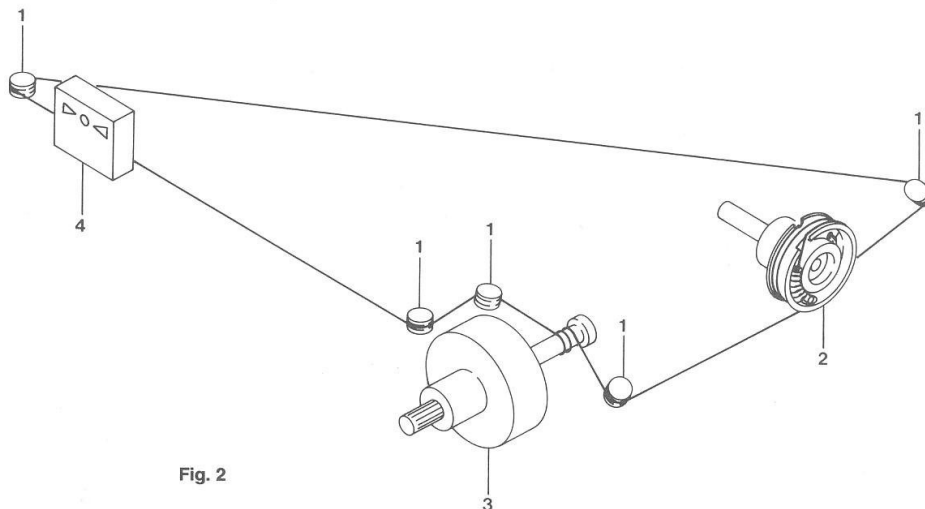

Fig. 2
4. Der Verlauf des Skalenseils ist aus Fig. 2 ersichtlich. Nach Erneuerung des Skalenseils muß die Anzegeeinheit 4, Fig. 2, mit Hilfe eines Senders bekannter Frequenz bzw. des Meßsenders neu justiert werden.
4. Fig. 2 shows the dial cord run. After replacement of the dial cord, the indicator 4, Fig. 2, must be readjusted with the help of a transmitter of a known frequency or by the signal generator.